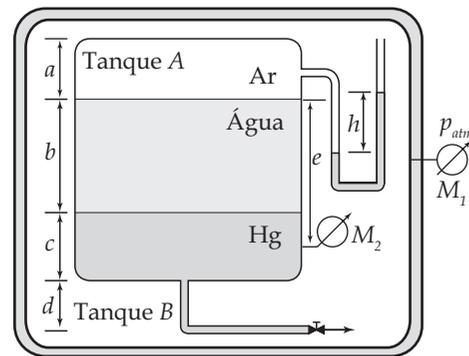

Figura Ep1.41
**Ep1.41** Observe a Figura Ep1.41. Nela o tanque A, com diâmetro igual a 20 cm, está instalado no interior do tanque B, cuja pressão interna é medida pelo manômetro  $M_1$ , que indica a pressão manométrica de 120 kPa. Sabe-se que:  $a = 10$  cm,  $b = c = d = 20$  cm,  $e = 30$  cm,  $h = 10$  cm e que o fluido manométrico é mercúrio. Considerando que as